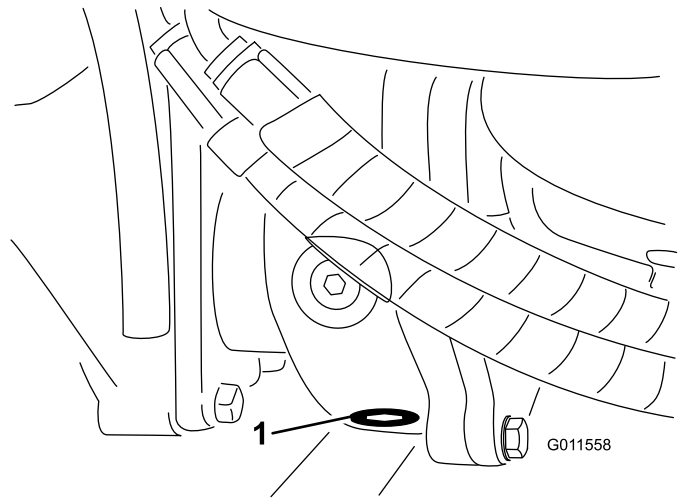

Рисунок 91
- Очистите область вокруг сливной пробки в нижней части редуктора (Рисунок 91).